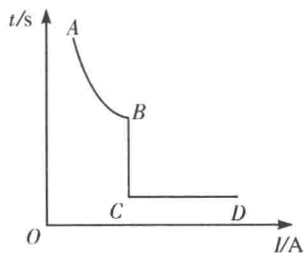

图 1.8 低压断路器过电流保护特性曲线
(3) 额定短路分断能力。断路器的额定短路分断能力(I_{cu})是指在规定的条件(电压、频率、功率因数及规定的试验程序等)下,能够分断的最大短路电流值。
(4) 保护特性。断路器的保护特性是指断路器的动作时间与动作电流的函数关系曲线(图 1.8)。低压断路器过电流保护具有一段、两段或三段过电流保护特性。图中曲线 ABCD 为两段非选择性保护特性,其中 AB 段为长延时反时限保护特性,用于过载保护;CD 段为瞬